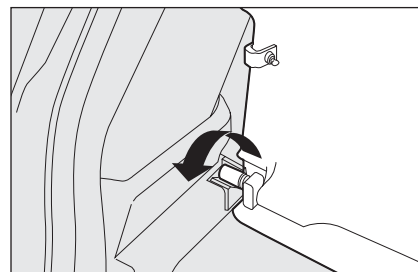

fig. 109
- ☐ Plage avant : décrocher et tourner la plage dans son siège et dégager les deux tourillons des attaches latérales **fig. 109**.